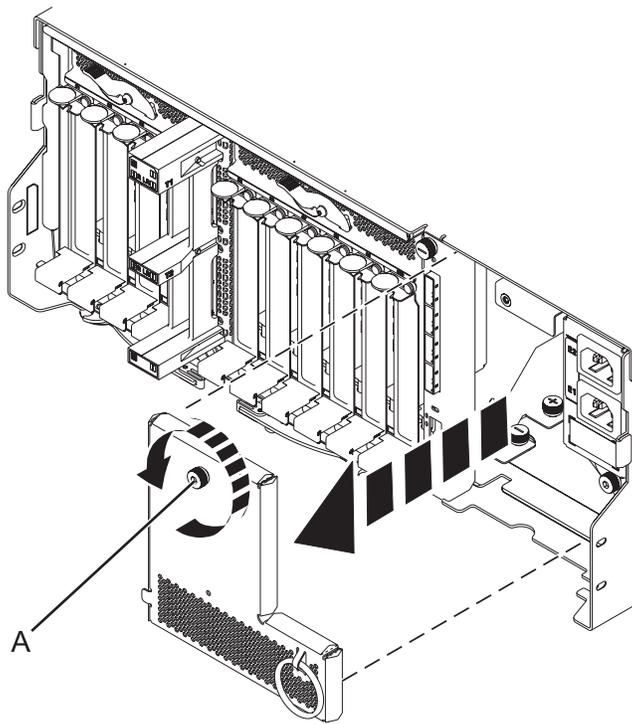

Figure 81. Retrait de la plaque d'alimentation
10. Retirez la plaque d'alimentation en tournant la vis moletée (A) et en ôtant la plaque du système, comme indiqué dans la figure 81.